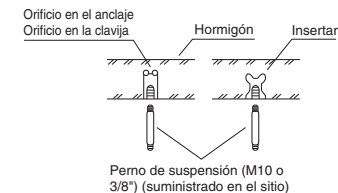

Fig. 3-17
- (1) Siga las indicaciones de los diagramas para abrir los orificios en el techo.
- (2) En función del tipo de techo:
- Inserte pernos de suspensión, tal y como se muestra en la Fig. 3-17